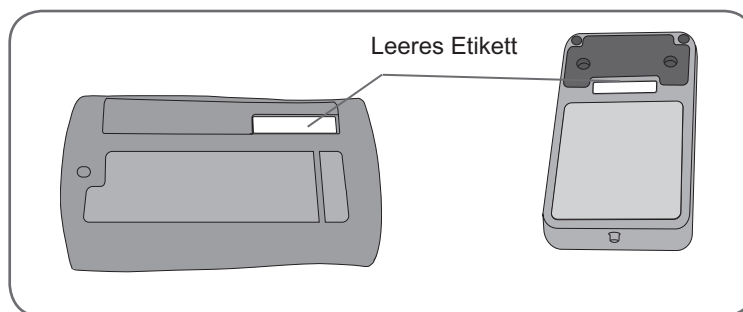

Abbildung 10-3: L300 Plus-Steuereinheit (links) und RF-Stimulationseinheit (rechts)
7. Schreiben Sie die System-ID-Nummer auf das leere Etikett auf der Rückseite der L300 Plus-Austauschkomponente (siehe Abbildung 10-3).